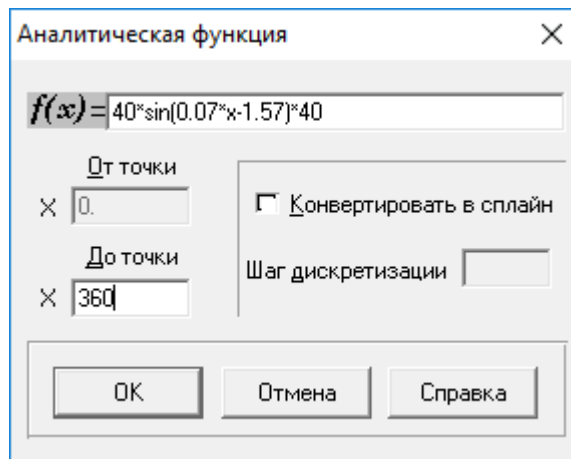

Рис. 11.2
4.5. Задание аналитической функции. В рассматриваемой задаче закон движения задан в виде аналитической функции, для ввода которой следует перейти в соответствующий режим нажатием кнопки . После этого открывается диалоговое окно «Аналитическая функция» (рис. 11.2).